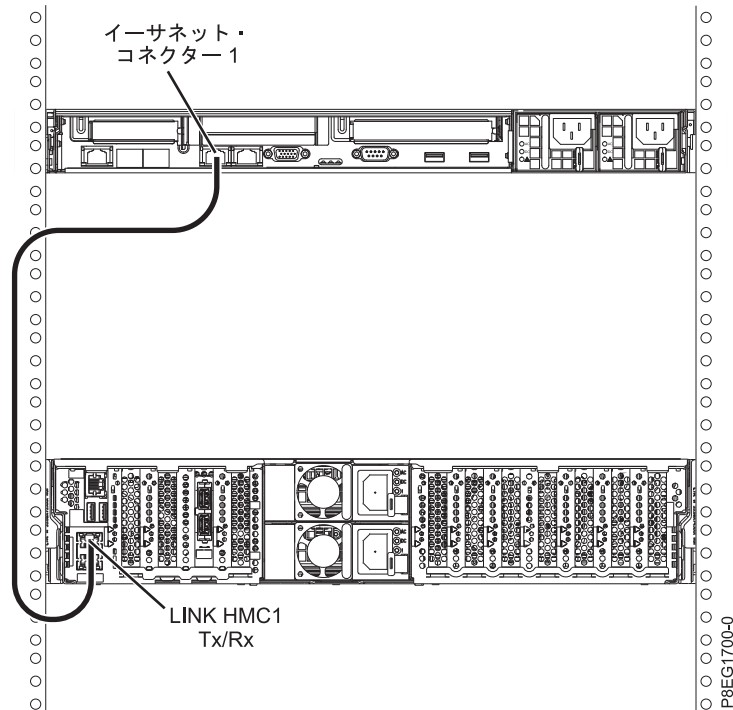

図 17. 管理対象システムへの HMC の取り付け
1. HMC を管理対象システムに直接接続する場合は、HMC の **イーサネット・コネクタ 1** を管理対象システムの **HMC1** ポートに接続します。『15 ページの図 17』を参照してください。